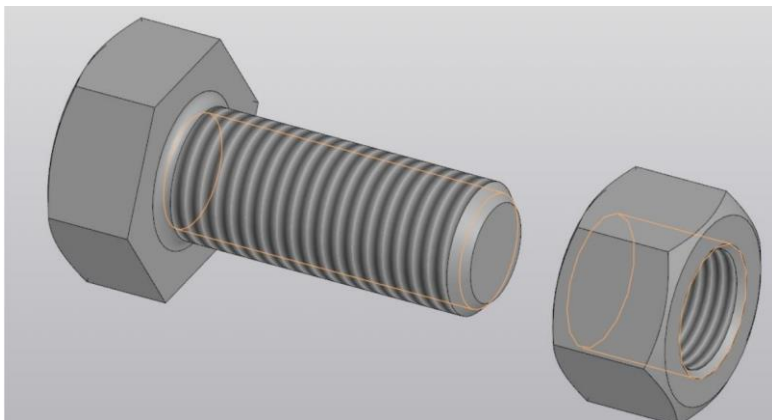

Рис. 3 Пример резьбового соединения
1. Сконструировать и изготовить макет резьбового соединения, состоящего из болта и гайки (рис. 3).